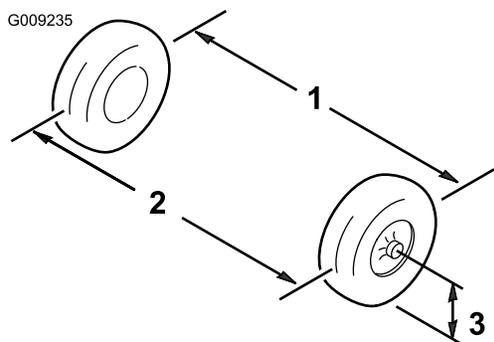

図 43
2. 前輪の前と後ろで、左右のタイヤの中央線間距離を測る計測はアクスルの高さで行う(図 43)。